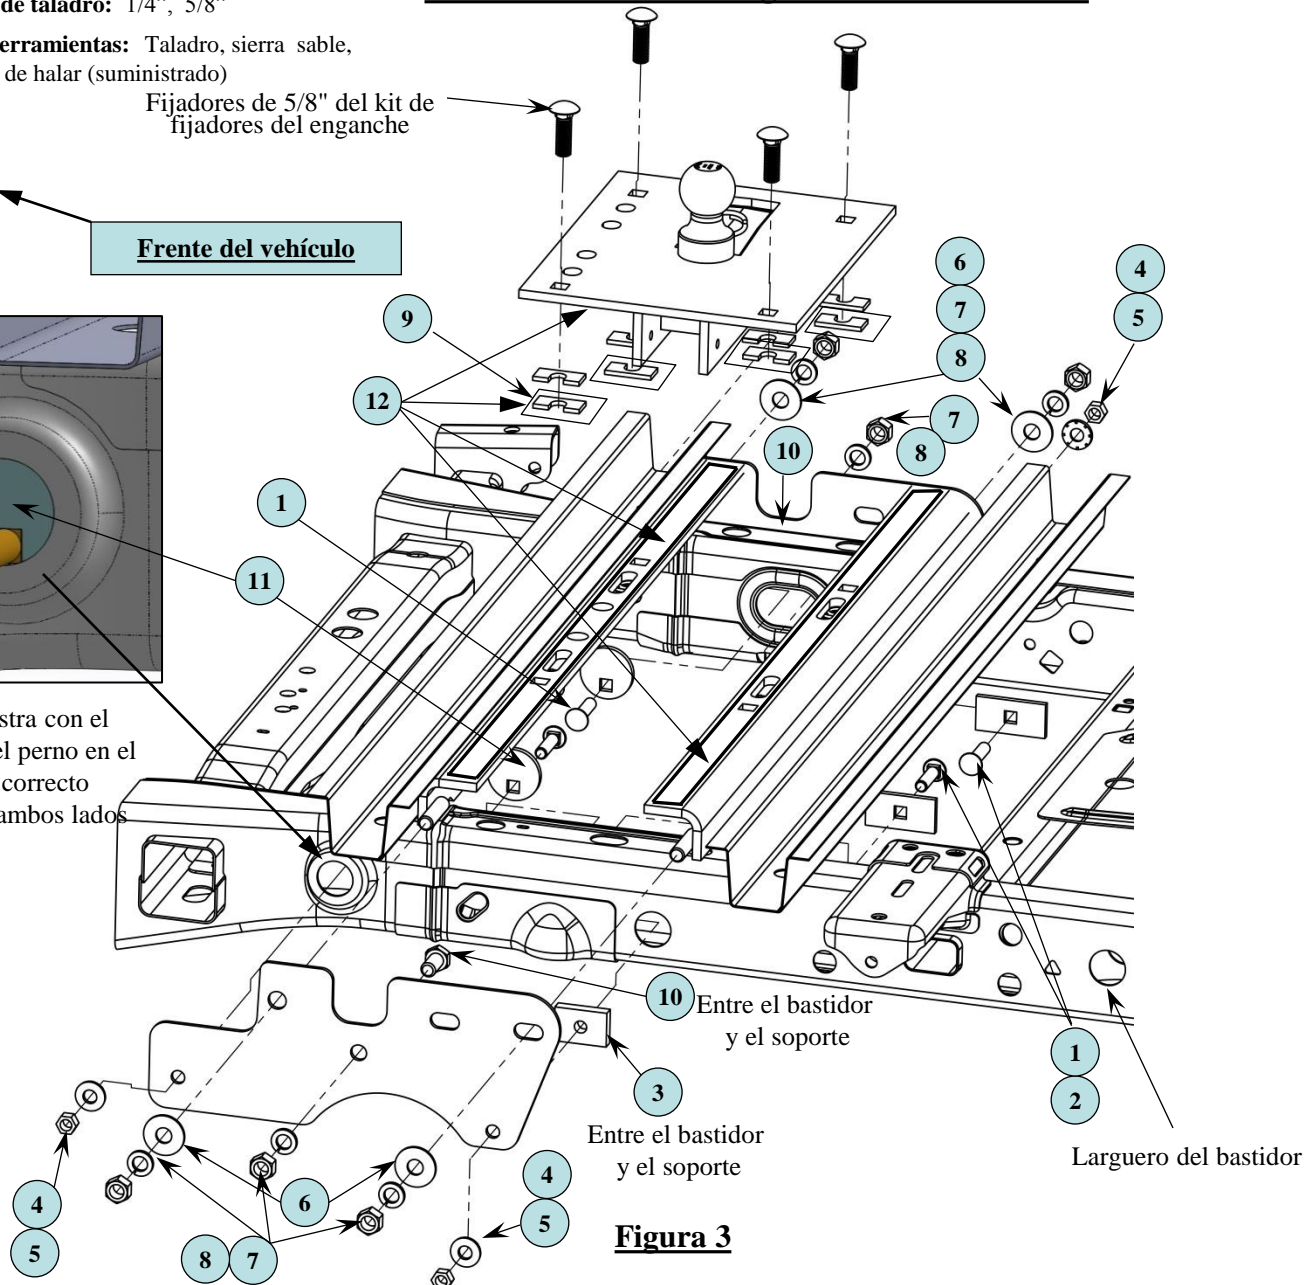

Figura 3
4. Instale los soportes del bastidor del enganche al alinear los montantes roscados en los extremos de los travesaños con las ranuras exteriores de los soportes. Ver Figura 3. Instale sin apretar la arandela plana de 5/8" y arandela de seguridad y tuercas hexagonales sobre los montantes roscados.